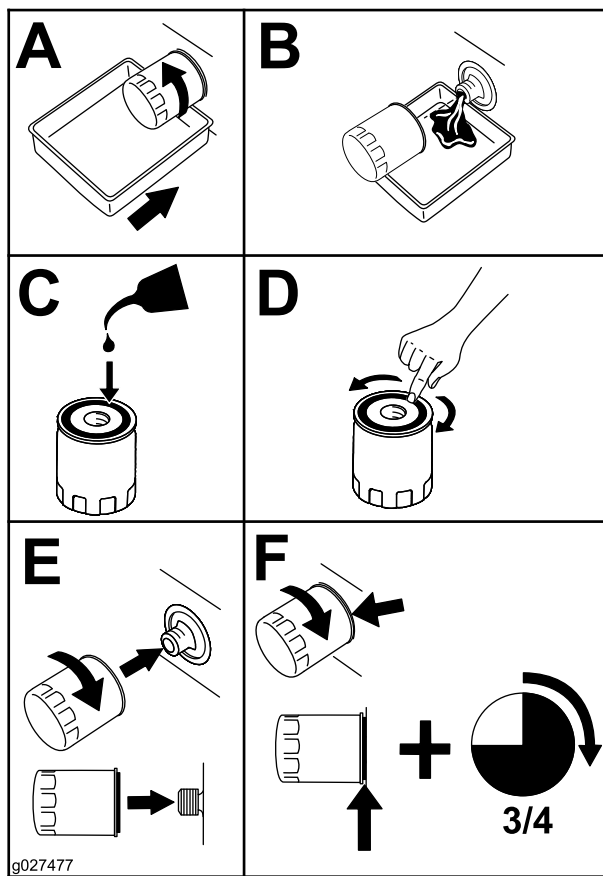

Figura 51
4. Mude o filtro do óleo do motor, conforme se mostra na Figura 51.